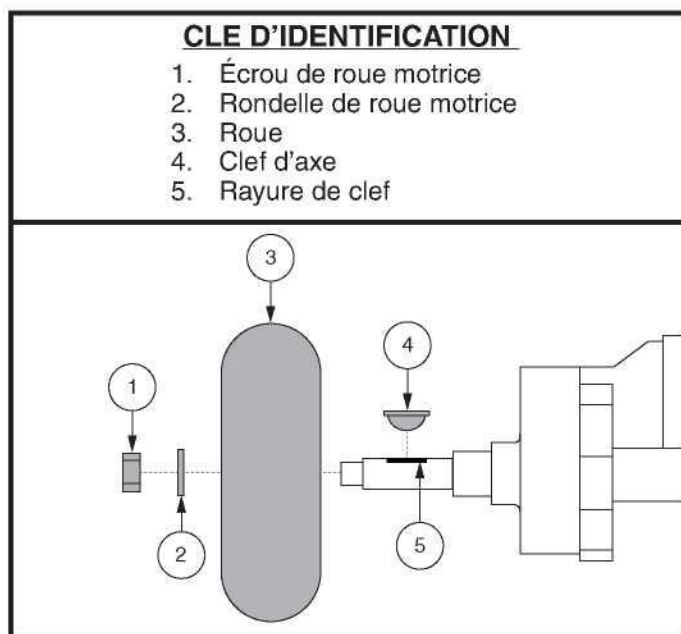

Figure 35. Enlèvement de la roue motrice à âme pleine
3. Enlever l'écrou et la rondelle de roue motrice sur l'essieu. **Voir la figure 35.**